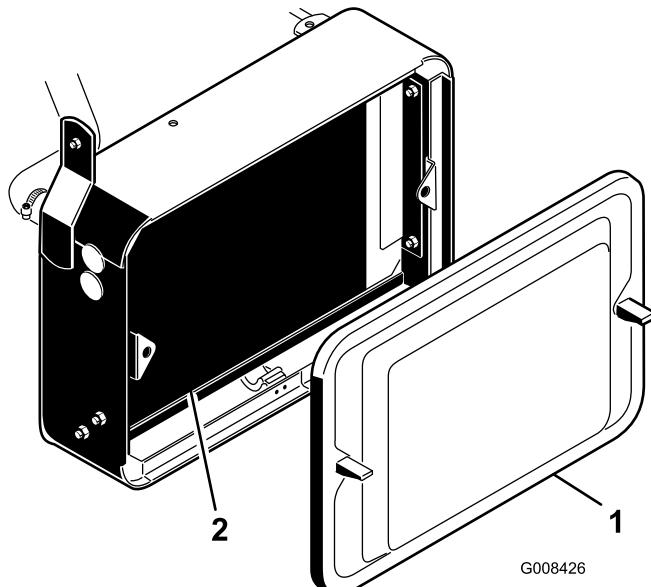

Figura 52
- Retire o painel do radiador (Figura 52).